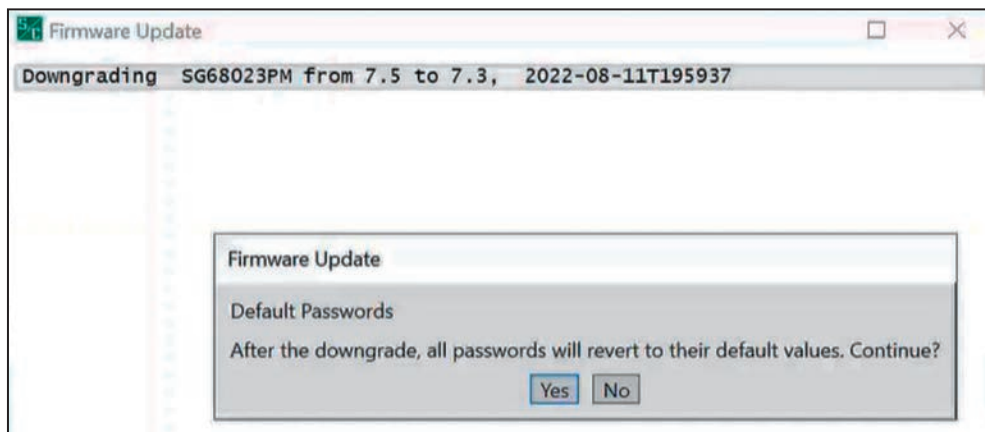

Figura 47. El mensaje de downgrade (descenso de versión) de la Contraseña Predeterminada.
**PASO 15.** Al cambiar de una versión de software 7.3.100 o posterior a una versión anterior a la 7.3.100, aparecerá un mensaje indicando que las contraseñas volverán a los valores predeterminados durante el proceso de cambio. Haga clic en el botón **Sí** para continuar con la actualización. Si elige “No”, se detendrá el proceso de downgrade. Ver Figura 47.